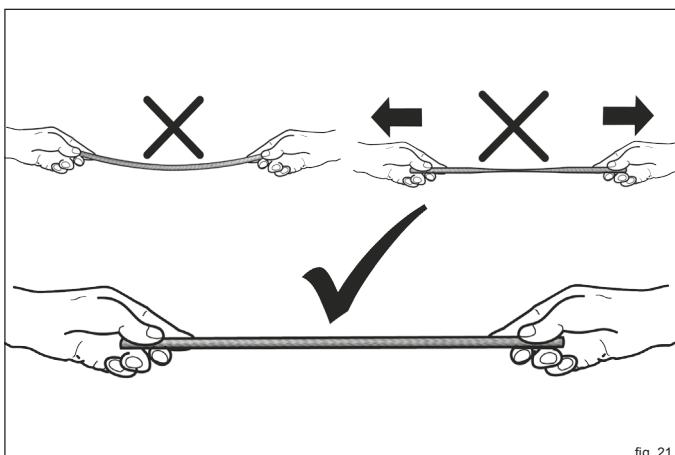

fig. 21
- Mentre si posa la guarnizione assicurarsi che non penzoli, né sia pressata leggermente (fig. 21).